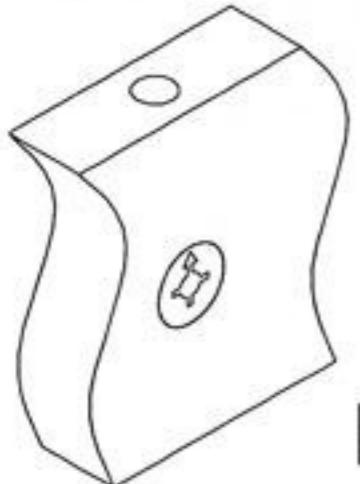
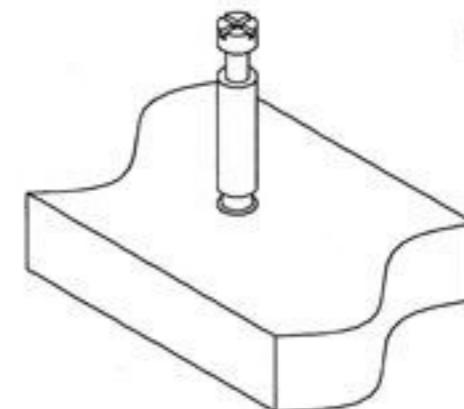

Рис. 1
Рис. 2
1. Прикрутить направляющие (8) к боковинам 1 при помощи евровинтов (9). Закрутить в пластиковые муфты расположенные в полке 4 (одной стороны) дюбеля стяжек-растекс (4) (см. рис.2). Вставить стяжки растекс (3) в отверстия диаметром 15 мм, расположенные в боковинах 1 и 2 (см. рис.1). Забить шканты (1) в соответствующие торцевые отверстия деталей 1, 2, 3. Соединить боковины 1 с стенкой задней 3. Собранную конструкцию установить на полку 4. Соединить боковину 2 с полкой 4. Зафиксировать стяжки-растекс (3)
Взять стенку заднюю выдвижного ящика 8 и забить в соответствующие отверстия шканты (1). Соединить боковины ящика 6 и 7 с задней стенкой 8. Фиксацию производить при помощи евровинтов (12). Далее положить каркас ящика на заднюю стенку 8 и забить шканты (1) в соответствующие торцевые отверстия на боковинах ящика 6 и 7, и вставить стяжки растекс (114) (см.рис.1). После этого вставить дно ящика 10 в пазы на каркасе ящика, таким образом, чтобы дно ящика 10 вошло в паз на стенке задней ящика 8. Далее закрутить в переднюю панель ящика 9 в имеющиеся муфты дюбеля стяжек-растекс (4). Соединить переднюю панель ящика 9 с каркасом. Фиксацию произвести путем поворота стяжки (14) по часовой стрелке. После этого положить ящик дном вверх и прокрутить ответные планки направляющих (7) к боковинам ящика 6 и 7 при помощи саморезов (5). Далее к передней панели 9 прикрепить ручку (11).